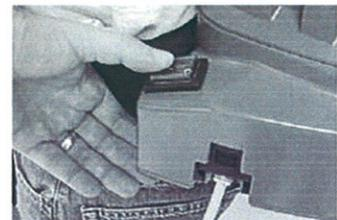

FIG. 10
2. Placez le commutateur principal en position de vitesse rapide ou de vitesse lente (Figure 10).